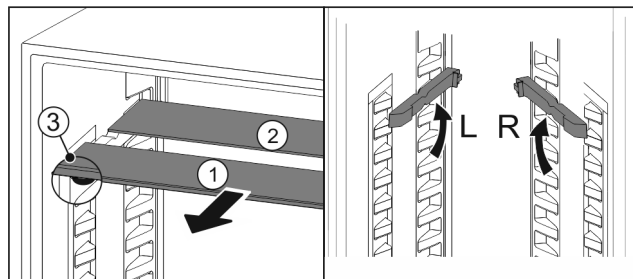

Fig. 31
- ▶ По одной извлеките Fig. 31 (1) стеклянные панели движением вперед.
- ▷ Стеклянная панель Fig. 31 (1) с декоративной планкой лежит спереди.
- ▷ Стопоры Fig. 31 (3) показывают вниз.